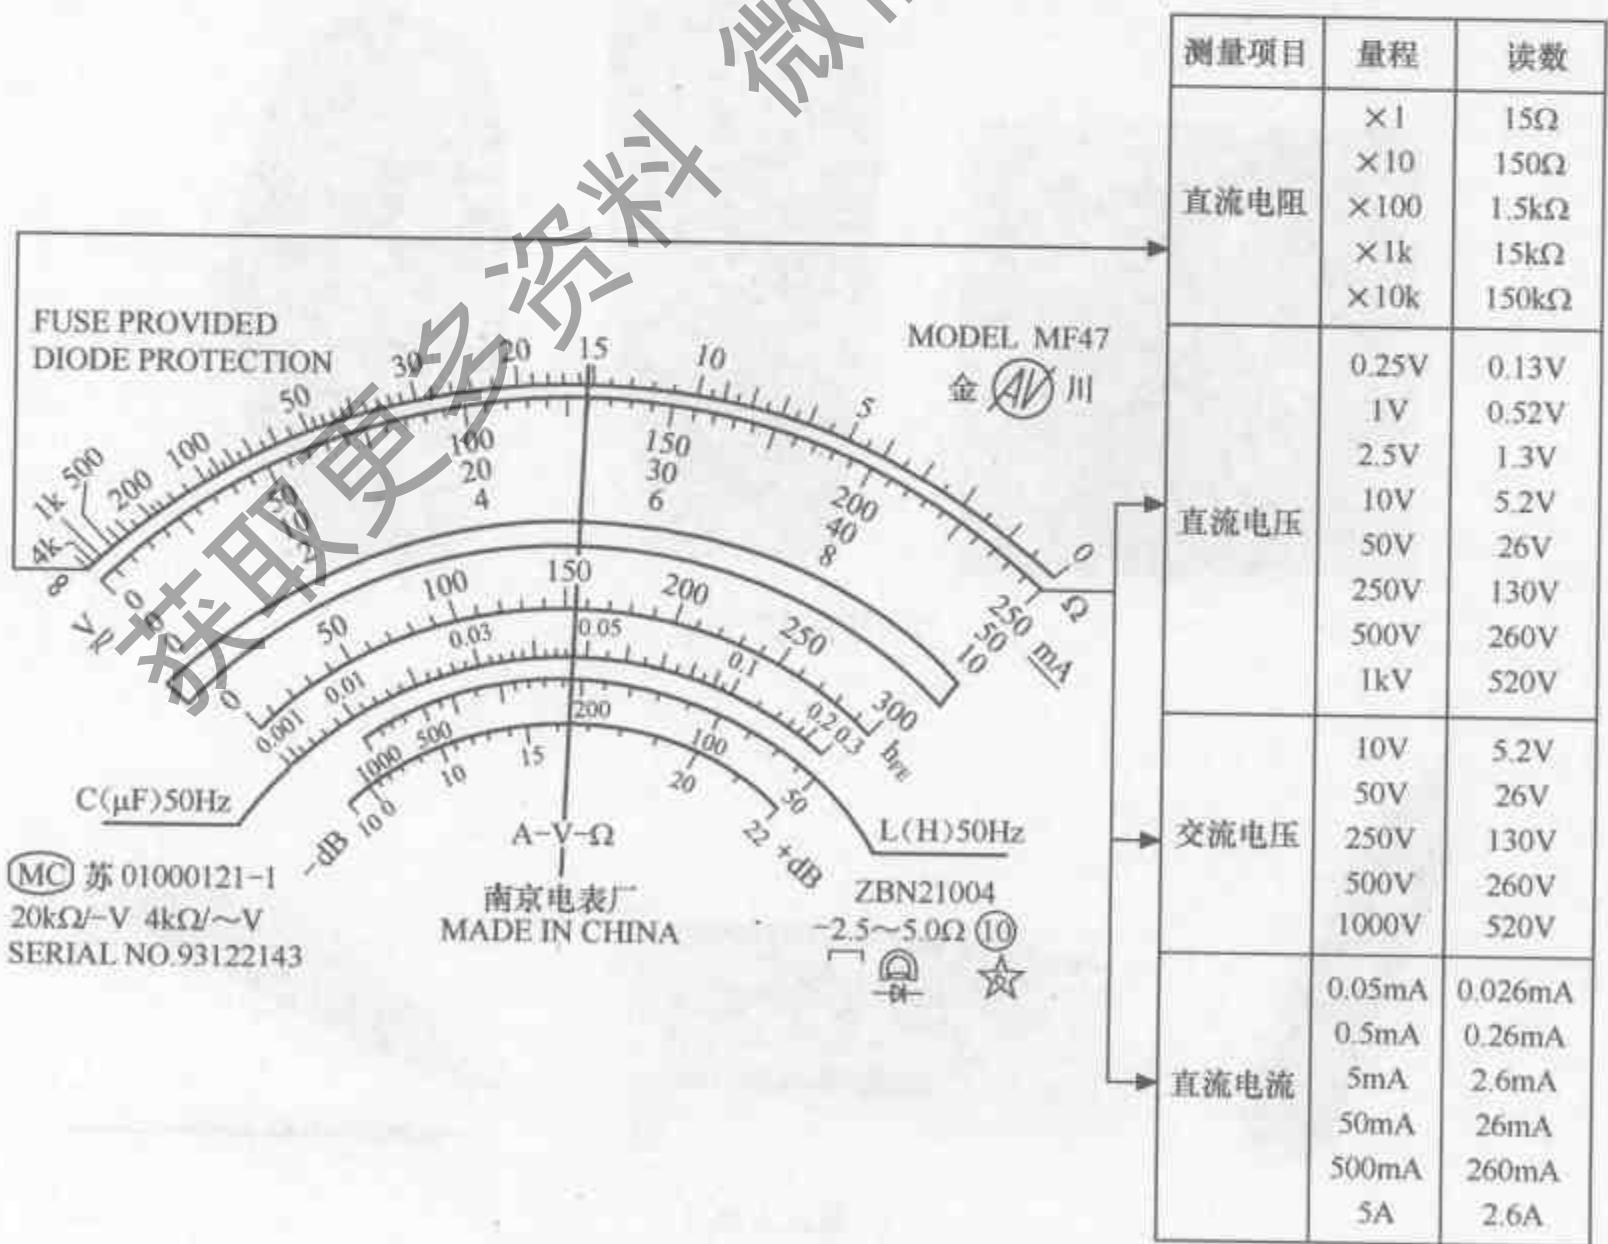

图 7-58 M47 型万用表标度尺读法举例
- ① 使用万用表时，不要用手触及测试笔的金属部分，以保证安全和测量的准确度。
- ② 在测量较高的电压或大电流时，不能带电转动转换开关，否则有可能使开关烧坏。
- ③ 不能带电测量电阻，因为欧姆挡是由于电池供电的，被测电阻不允许带电，以免损坏表头。
- ④ 在每次使用前，必须全面检查万用表的转换开关及量程的位置，确定没有问题后再进行测量。
- ⑤ 使用指针式万用表时特别要注意准确读数，M47型万用表标度尺读法举例如图 7-58 所示。